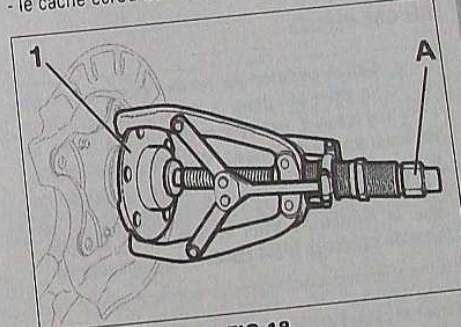
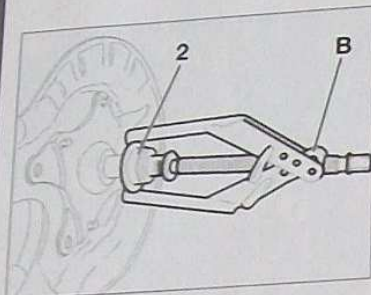

FIG. 18
FIG. 19
- Mettre en place un extracteur (A) (Fig. 18) de type Facom U20B.
- Déposer l'ensemble roulement moyeu (1).
- Mettre en place un extracteur (B) (Fig. 19) de type Facom U35P.
- Déposer la cage de roulement (2).